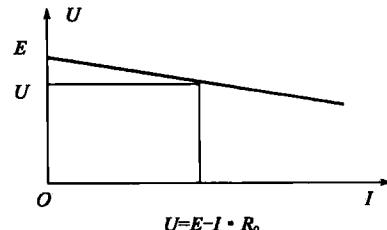

图 1-10 电源的外特性
式 (1-16) 称为全电路欧姆定律。其表示为：电源端电压 (U) 小于电源电动势 (E)，两者之差等于电流在电源内阻上产生的压降 ($R_0 I$)。电流越大，则端电压下降的就越多，表示电源端电压 U 和输出电流 I 之间的关系曲线，称为电源的外特性曲线，如图 1-10 所示。曲线的斜率与电源的内阻 R_0 有关。